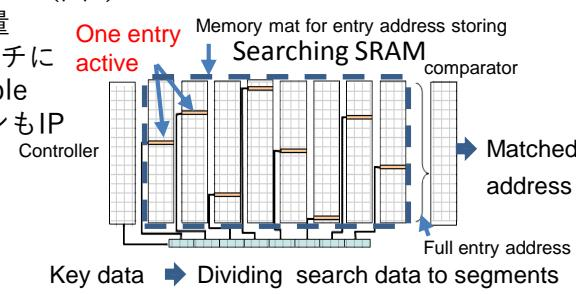

図3 最近の注目システムその2
- 最近の注目システム その2 検索エンジン：Axonerve (図3)